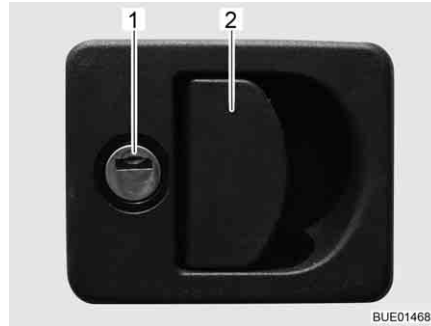

Fig. 52 Fechadura de alçapão com invólucro do manípulo
- Meta a chave no canhão da fechadura (Fig. 52,1), girando-a um quarto de volta. A fechadura de alçapão está destrancada.
- Puxe o manípulo da fechadura (Fig. 52,2). A porta de alçapão está aberta.